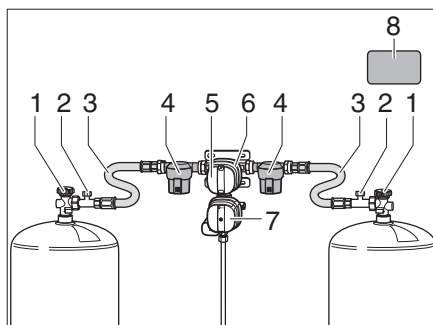
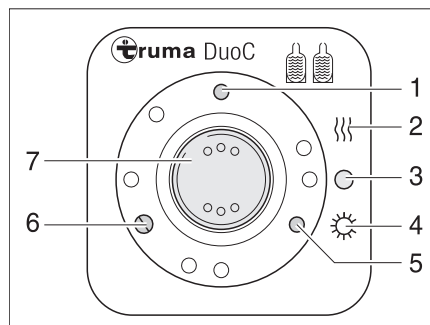
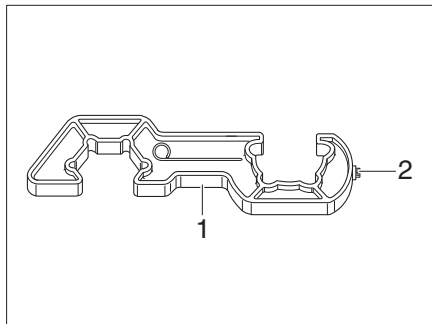
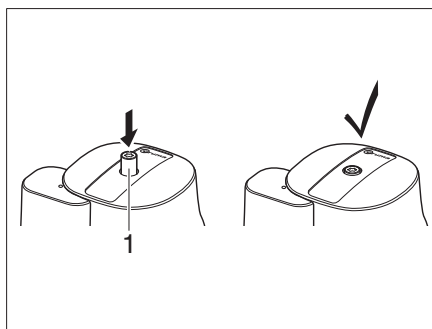

Bild 85 DuoControl-omkopplingsenhet
Bild 86 Kontrollenhet
Bild 88 Skruvhjälp
Bild 89 Crash-sensor
DuoControl-omkopplingsenheten består av en omkopplingsventil (Bild 85,6) och kontrollenheten (Bild 86). Omkopplingsventilen är monterad mellan högtrycksslangarna (Bild 85, 3). Med vredet (Bild 85, 5) på omkopplingsventilen kan man ställa in vilken gasflaska som ska användas som driftflaska och vilken som ska användas som reservflaska.
Omkopplingsventilen (Bild 85, 6) är utrustad med avfrostningsanläggningen EisEx för regulatorer. På detta sätt undviks störningar på gasanläggningen under vintern.
Före omkopplingsventilen finns på båda sidor ett gasfilter (Bild 85, 4) som skyddar gasanläggningen mot oljeläckage och föroreningar.
På kontrollenheten (Bild 86) kan endast de elektriska funktionerna styras.. Gasflaskornas huvudavstängningsventiler (Bild 85, 1) måste öppnas för hand.
Omkopplingsventilen sörjer för ett konstant gstryck, oberoende av vilken gasflaska som används. De båda kontrollamporna på kontrollenheten indikerar driftflaskans tillstånd. När den gröna kontrollampan (Bild 86, 6) lyser är driftflaskan full. När den röda kontrollampan (Bild 86, 5) lyser är driftflaskan tom. Gasen matas sedan via reservflaskan.
- Öppna huvudavstängningsventilerna (Bild 85,1) på gasflaskorna.
- Välj vilken gasflaska som ska prioriteras (driftflaska) med vredet (Bild 85, 5) på omkopplingsventilen (Bild 85, 6).
- Ställ vippkontakten (Bild 86, 7) på "O" (Bild 86, 3). Den gula kontrollampan (Bild 86, 1) slocknar.
- Stäng huvudavstängningsventilerna (Bild 85, 1) på gasflaskorna.
Kontrolllamporna på kontrollenheten (Bild 86, 5 och 6) signalerar inne i fordonet om driftflaskan är driftklar.
När den gröna kontrollampan (Bild 86, 6) slocknar under drift och den röda kontrollampan (Bild 86, 5) tänds är gasflaskan, som är vald som driftflaska, tom och måste bytas. Gasförbrukarna försörjs med gas från reservflaskan.
- ▶ Använd den medföljande skruvhjälpen (Bild 88, 1) när högtrycksslängarna ska skruvas på och av. Den säkerställer det nödvändiga åtdragningsmomentet och förhindrar skador på skruvkopplingen på grund av felaktiga verktyg.
- Stäng huvudavstängningsventilen (Bild 85, 1) på den tomma gasflaskan.
- Skruva av högtrycksslängen (Bild 85, 3) från gasflaskan med skruvhjälpen (Bild 88).
- Anslut den fulla gasflaskan till högtrycksslängen (Bild 85, 3).
- Öppna huvudavstängningsventilen på gasflaskan (Bild 85, 1).
- Vrid vredet (Bild 85, 5) på omkopplingsventilen (Bild 85, 6) ett halvt varv för att ställa in att den precis bytta gasflaskan fungerar som reservflaska.
- Tryck på knappen (Bild 85,2) för slangbrottsäkring på högtrycksslängen för att aktivera den.
- Tryck ev. på återställningsknappen (Bild 89, 1) på crash-sensorn.
- ▶ Beakta säkerhetsetiketten (Bild 85, 8) i gasbehållaren.
- Använd Torx T20 (Bild 88,2) för att trycka in avsäkringsknappen (Bild 89,1) på skruvhjälpen, vrid knappen lätt medurs och håll kvar under 5 sekunder. Crash-sensorn är driftklar när avsäkringsknappen (Bild 89,1) stannar i det nedsänkta läget.
- Tryck kraftigt på den gröna knappen (Bild 85, 2) på högtrycksslangen (Bild 85, 3) när gasflaskan bytts.